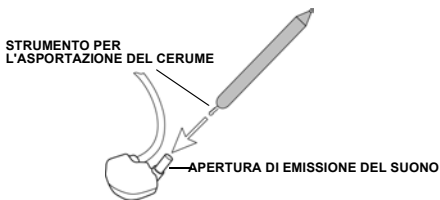

FIGURA 1. Asportazione del cerume
- *Dopo ogni uso, ripulite dal cerume le aperture di emissione dei suoni con l'apposito strumento (vedi Figura 1).*